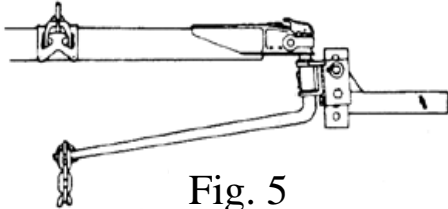

Fig. 5
6. Levante la horquilla del remolque y la parte posterior del vehículo con el gato para remolques, aproximadamente 8 a 12 pulgadas. Baje el yugo del soporte de agarre hasta que esté paralelo con el piso, y deslice el eslabón más cercano por encima del gancho (si hay menos de 5 eslabones entre el gancho y el perno en U ajuste el ángulo del montaje de esfera hacia atrás, y repita el procedimiento - ver Fig. 5 hasta 8 abajo). Con la manija del soporte de agarre sobre el yugo, levante hasta que el yugo haya pasado "sobre el centro". Deslice el clip de resorte ⑧ a través del orificio pequeño para bloquear el yugo en su lugar. Repita para el otro lado.